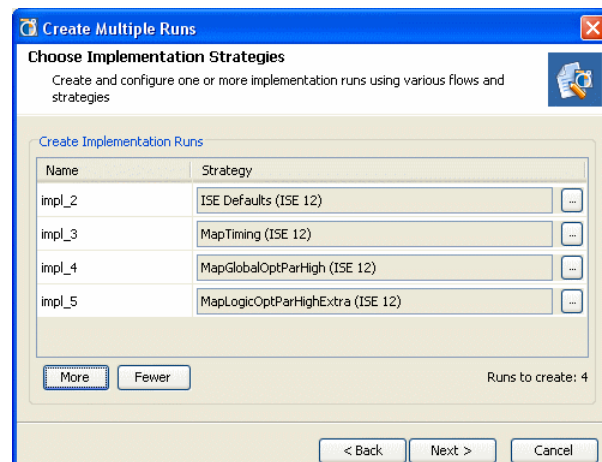

図 9-23 : [Choose Implementation Strategies] ページ
5. 図 9-23 に示すように、追加した run に対しても、名前を入力してストラテジを選択します。